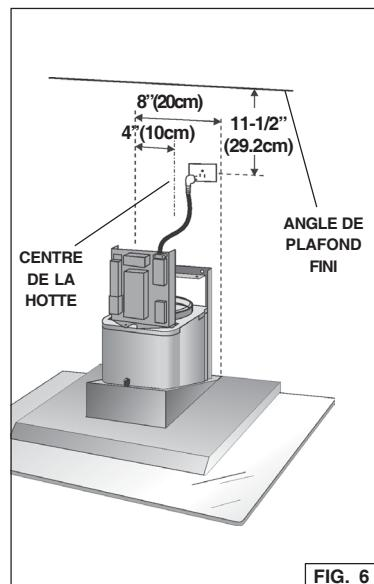

FIG. 6
1. Bien organiser l'endroit où la hotte sera placée au-dessus du plan de cuisson. Voir la section "INSTALLATION ETRIER D'ASSEMBLAGE" pour les options relatives à la hauteur de montage de la hotte. Fig. 6.